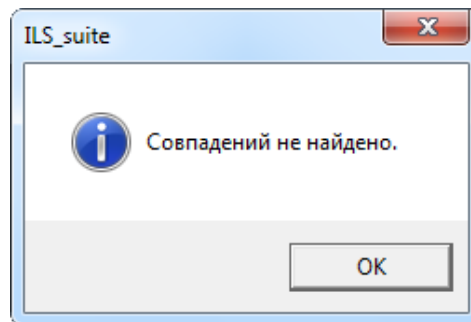

Рис. 10-154 – Опцион не найден
2) Задать критерий поиска, например, «к т» в поле «Наименование», и нажать кнопку «Найти далее» (1 и 2 на рис. 10-154).
3) В правом окне редактора опционов будет выделен опцион, наименование которого удовлетворяет заданному условию (3 на рис. 10-154). Для поиска другого опциона, удовлетворяющего тому же условию, повторно нажать кнопку «Найти далее».